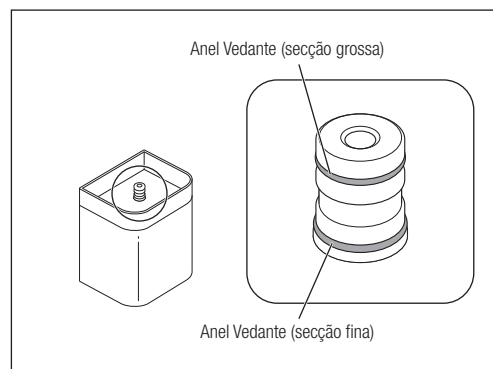

Fig. 46
- Os anéis vedantes têm espessuras diferentes. Certifique-se de que as coloca na ranhura correta (Fig. 46).